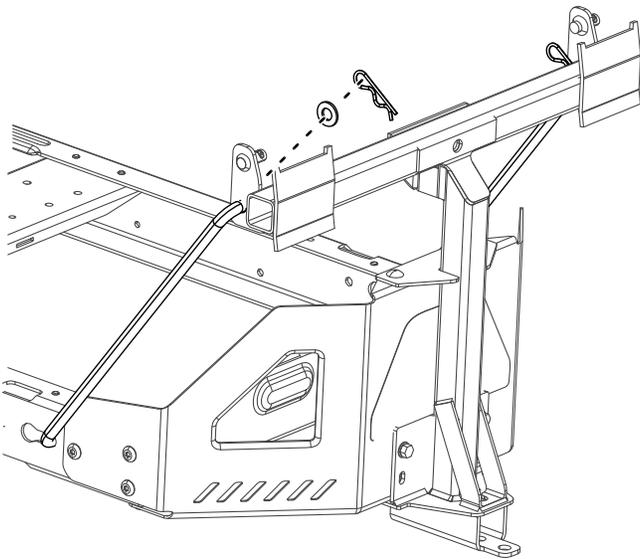

Figura 12
4. Instale a extremidade grande, dobrada de uma barra na ranhura na estrutura do lado esquerdo da máquina e mova a barra para trás para a encaixar na estrutura (Figura 12).
5. Insira as extremidades dobradas das barras na montagem do acessório como se mostra na Figura 12 e prenda a extremidade de cada barra com uma anilha e perno do gancho.
2. Instale os suportes da articulação na estrutura da articulação (Figura 12).